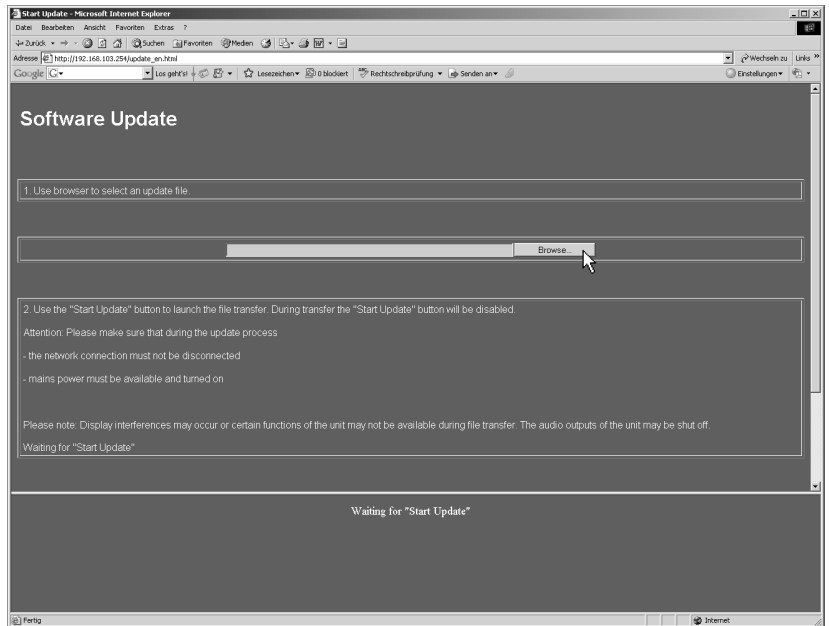

Bild 8-5: Anzeige der Software-Update-Seite („Durchsuchen“)
- Klicken Sie auf die Schaltfläche „Durchsuchen“ (siehe Bild 8-5).
13. Klicken Sie wieder auf die Schaltfläche „Durchsuchen“ (siehe Bild 8-5), um die **vierte** der vier Update-Dateien hochzuladen. Wählen Sie die Datei „**p31900_xxxxx_CONF**“ aus. Wiederholen Sie die Schritte 4 bis 8 nun mit dieser Datei, bis deren Transfer abgeschlossen ist.